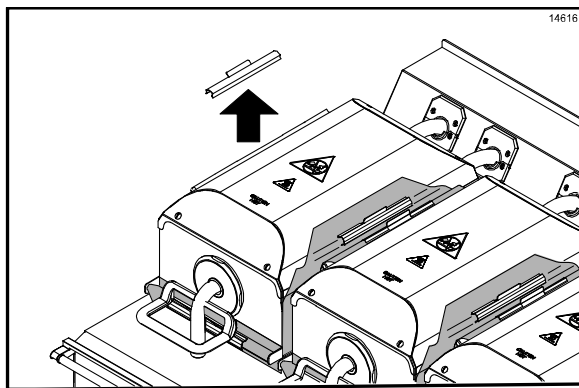

图 45
12. 拆下铁弗龙不粘膜固定夹片、固定杆、上煎板和下煎板不粘膜。在三槽下水池内清洗并冲洗固定夹片和固定杆。如有必要，将它们浸入 SolidSense APSC 热溶液中以去除碳积累。（请见图 45）